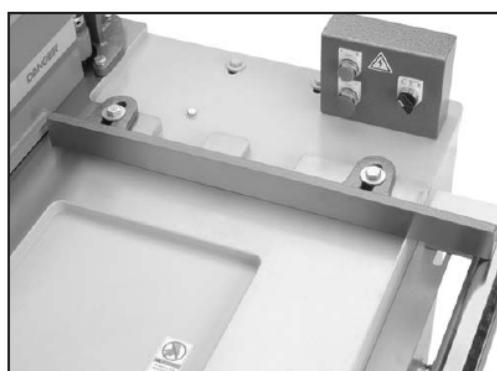

Рис. 15. Опорная линейка установленная на поверхности рабочего стола.
3. Укрепите опорную линейку к рабочему столу с помощью двух болтов, как показано на рис. 15, болты не затягивайте.